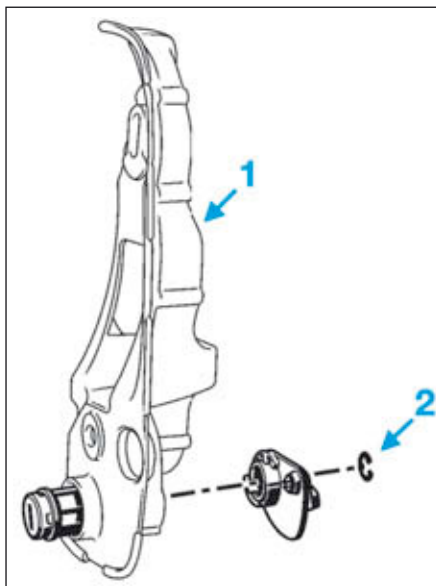

FIG.105
- Déposer (Fig.105) :
- par l'intérieur du caisson de porte la platine support barillet (1),
- le circlip (2),
- le circlip (2) (Fig.105),
- le support barillet (1) par l'intérieur du caisson de porte.